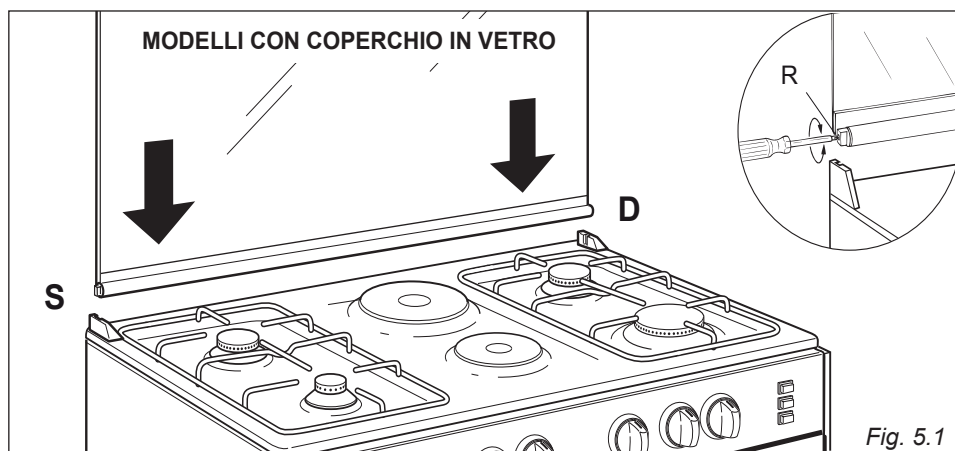

Fig. 5.1
- nella sede destra deve essere montata la cerniera con la stampigliatura “D” mentre nella sede sinistra la cerniera con la stampigliatura “S” (fig. 5.1).
Eventualmente registrare la taratura delle molle delle cerniere ruotando le viti “R” in senso orario (fig. 5.1).